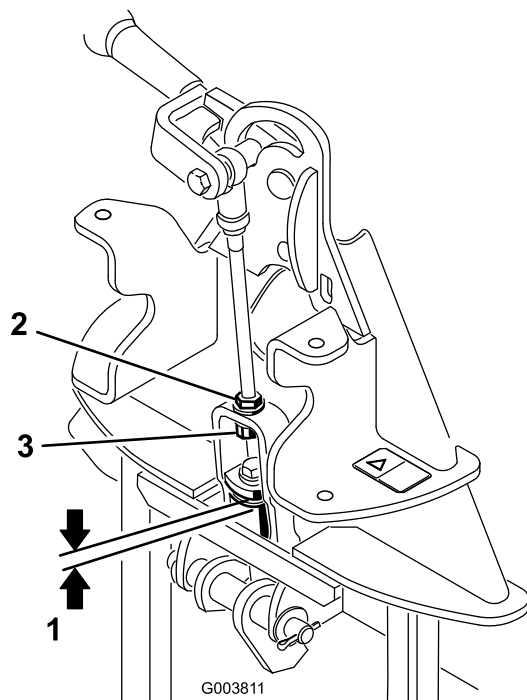

Figura 4
2. Misurate lo spazio tra la rondella superiore e il distanziale del gruppo di connessione sull'adattatore dell'attrezzo, come illustrato in Figura 4.